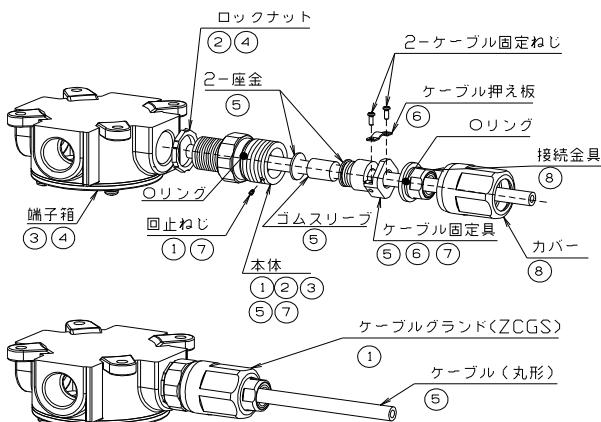

図2
(図2: ZCGS-22B(星和電機製)の例です)**
①ケーブルグランドを図2のように分離し、ケーブルをケーブルグランドに「カバー、接続金具、ケーブル固定具、座金、ゴムスリーブ、座金、本体、ロックナット」の順に通してください。